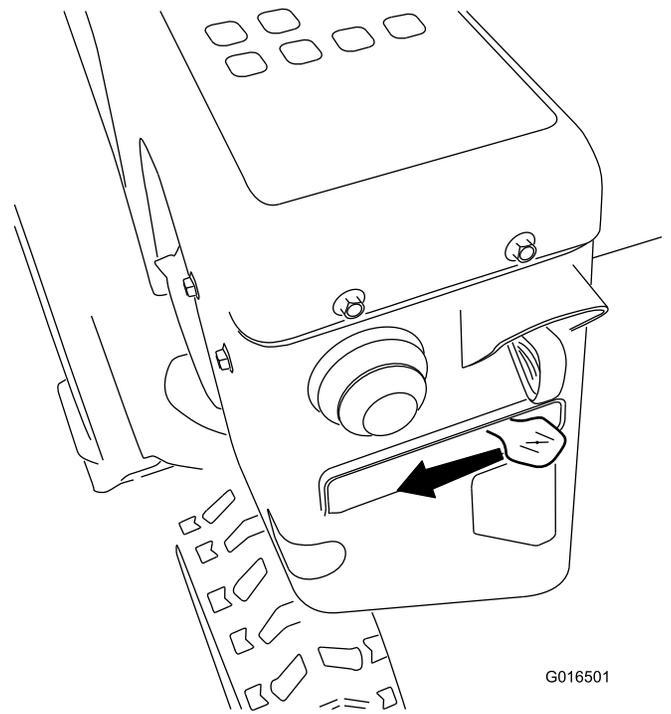

Bild 23
5. Stellen Sie den Choke auf die CHOKE-Stellung (Bild 23).